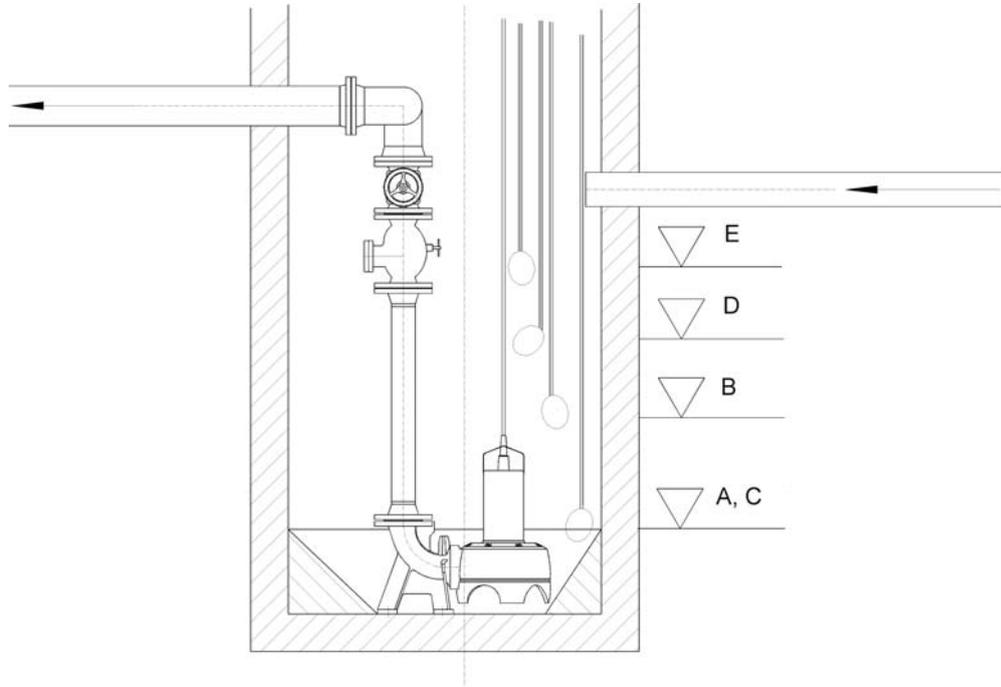

Bild 2
- Der Wasserstand wird elektrisch mittels Schwimmerschalter (Bild 2) erfasst.